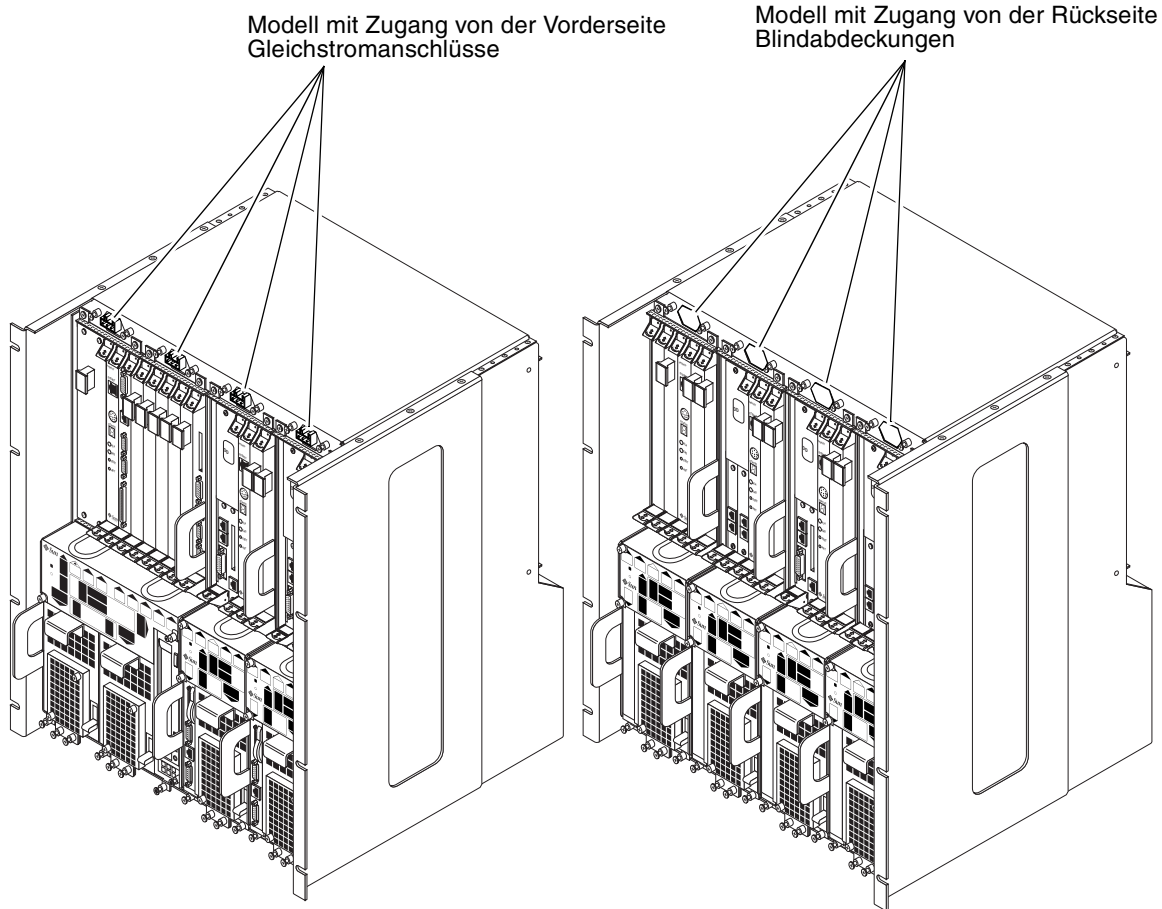

ABBILDUNG 2-1 Modelle mit Zugang von der Vorderseite oder von der Rückseite
- Wenn Sie dort die Stromanschlüsse sehen, handelt es sich bei Ihrem Modell um ein Modell mit Zugang von der *Vorderseite* (ABBILDUNG 2-1).
- Wenn dort, wo sich bei einem Modell mit Zugang von der Vorderseite die Stromanschlüsse befinden, metallene Blindabdeckungen angebracht sind, ist Ihr Modell ein Modell mit Zugang von der *Rückseite* (ABBILDUNG 2-1). Bei Modellen mit Zugang von der Rückseite befinden sich die Stromanschlüsse an der Rückseite des Chassis.